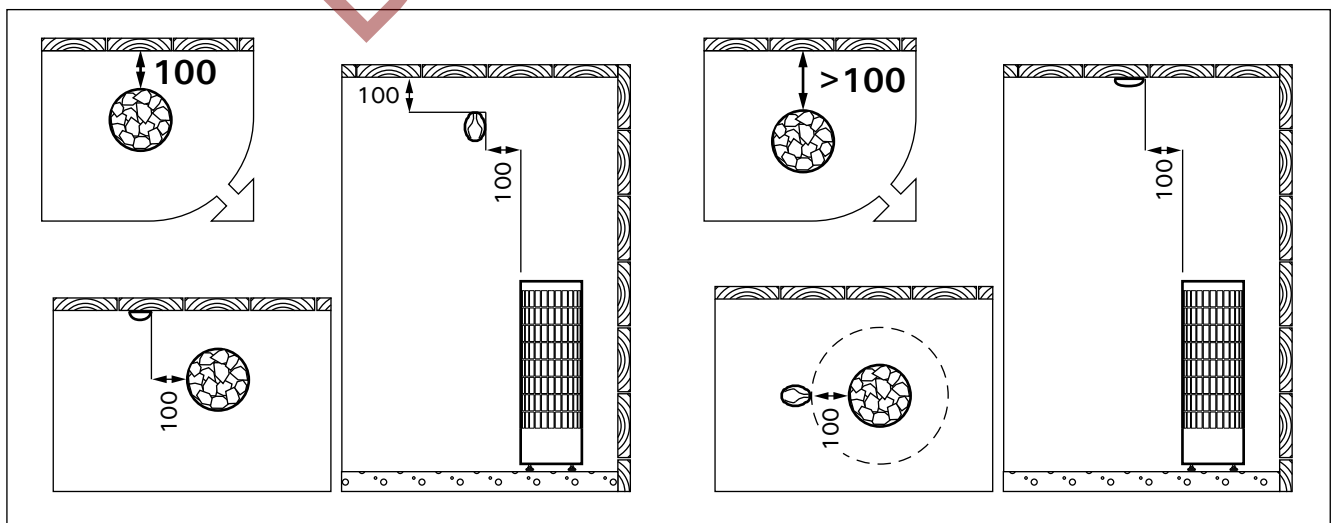

Рисунок 8. Установка датчиков (PC-E) (все размеры приведены в миллиметрах)
- Установите датчик (WX248) на стену сауны, как показано на рис. 8. При установке каменки от стены далее, чем 100 мм, датчик должен быть установлен на потолок.